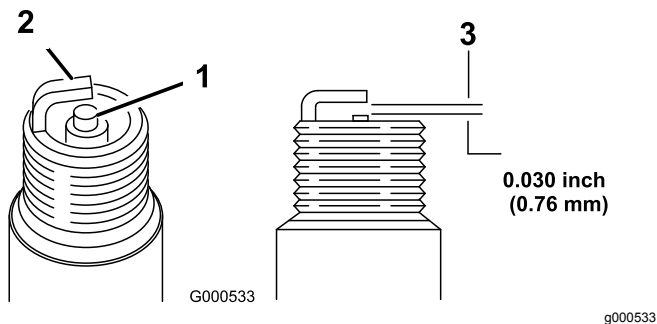

Bild 34
5. Stellen Sie den Elektrodenabstand an der Zündkerze auf 0,76 mm ein, siehe Bild 34.